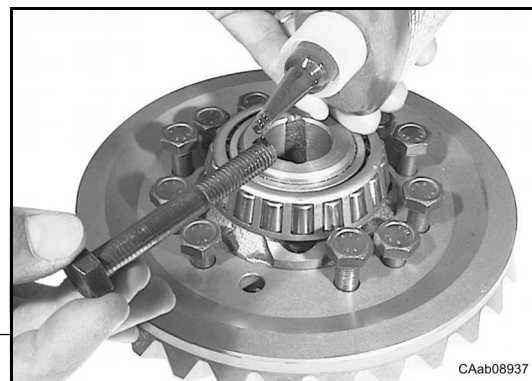

Fig. 12
- Assicurarsi che le parti dove si applicano adesivi e sigillanti siano pulite, asciutte e completamente prive di grasso (Fig. 12).
- Ensure that parts to be sealed are clean, dry and completely grease free (Fig. 12) in the application area.